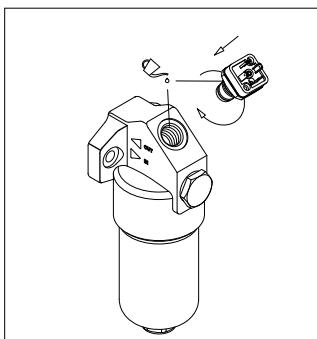

fig. 11
- (Fig.11) Lubrificare con il fluido di lavoro il filetto e l'O-ring del corpo indicatore, quindi avvitare il corpo indicatore facendo riferimento alla tabella delle coppie di serraggio al paragrafo 3